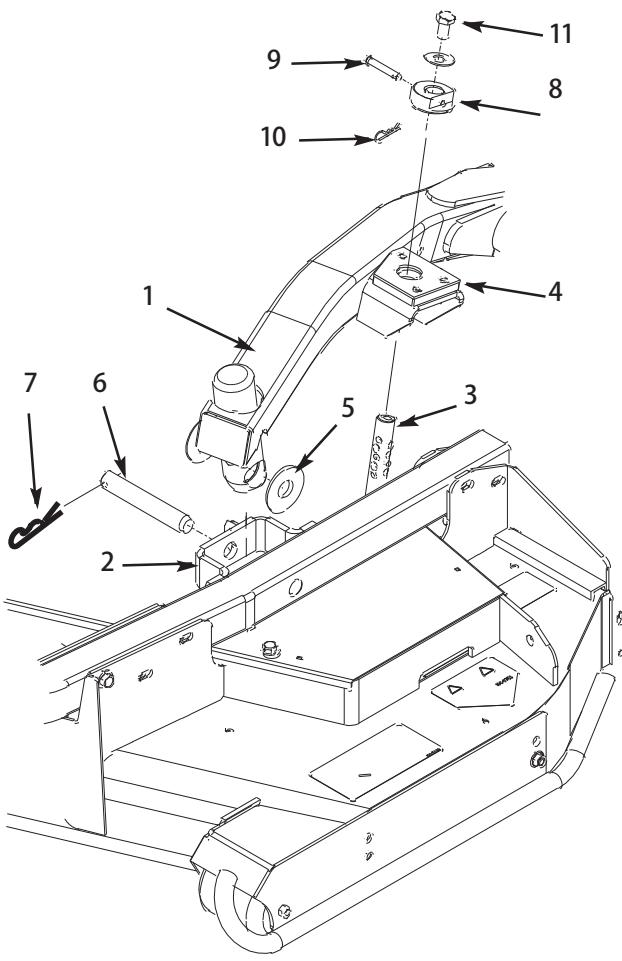

図 29
4. 昇降レバーをフロート位置とする。昇降アームを押し下げて、昇降アームについている穴とキャスター・アーム・ブラケットについている穴を整列させ、昇降アームのパッドに刈高ロッドを挿入できるようにする(図29)。
5. スラスト・ワッシャ2枚、クレビス・ピン、ヘアピン・コッターを使って、昇降アームをキャスター・アームに固定する。スラスト・ワッシャは昇降アームとキャスター・アーム・ブラケットの間に入れる(図29)。コッター・ピンを、キャスター・アーム・タブのスロットに差し込んで固定する。
9. 戻高ロッドに戻高カラーを取り付け、クレビス・ピンとヘアピン・コッターで固定する(図29)。クレビス・ピンの頭をデッキの前に向けておく。
10. 各戻高ロッドの上部に $1/2 \times 3/4"$ キャップスクリュとワッシャを取り付ける(図29)。